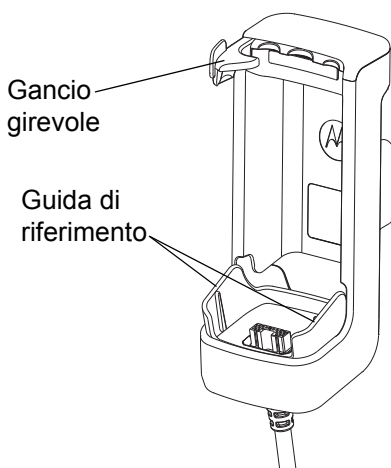

Figura 1. Supporto di carica PMLN6182 con modulo di alimentazione veicolare.
1. Inserire il terminale portatile TETRA nel supporto allineando le scanalature sul lato inferiore dell'apparato alle guide di riferimento sulla parte inferiore del supporto, come illustrato nella Figura 1 a pagina 4.
1. Premere il gancio girevole per il rilascio (vedere Figura 1 a pagina 4).